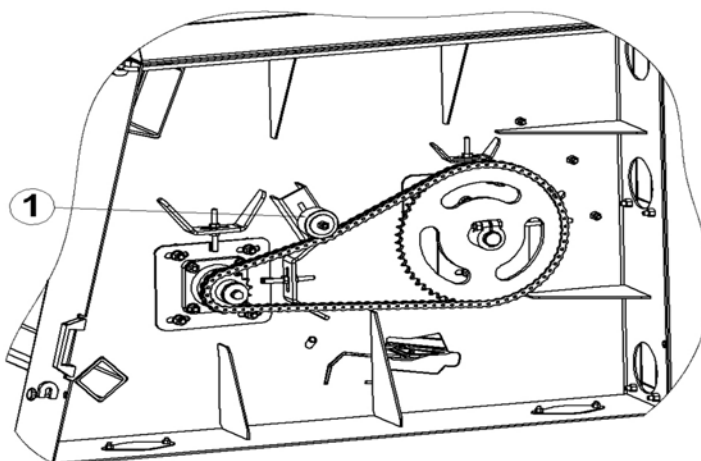

Abb.6
Die richtige Spannung bei dem Kettenantrieb soll regelmäßig überprüft werden. Die Regelung erfolgt über eine Spannrolle (1) (Abb.6).